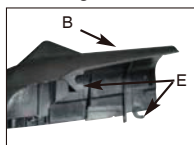
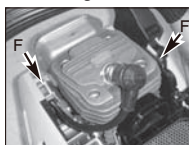

Fig. 15C
Fig. 15D
- Installez le filtre à air. Installez le couvercle du moteur / filtre à air. Assurez-vous que le loquet (E), le loquet (F) et le couvercle sont posés correctement. Serrez fermement le bouton de retenue du couvercle. (Fig. 15C et Fig. 15D)